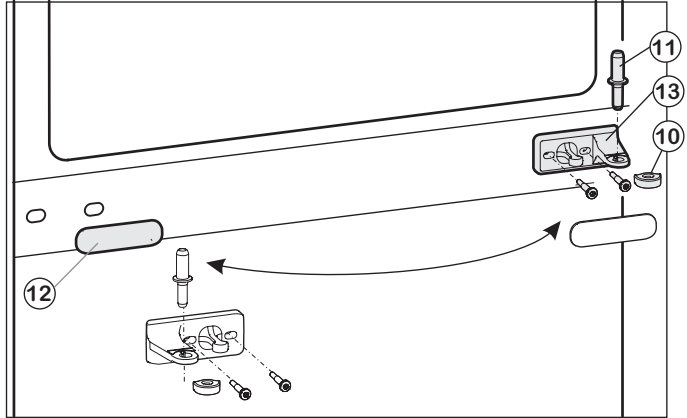
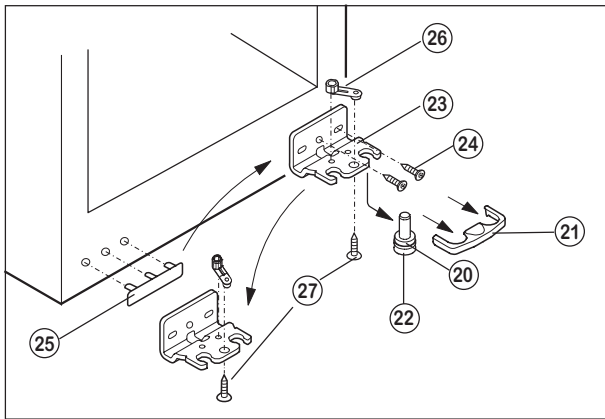

Fig. 2
Fig. 3
- Снимите пластиковый колпачок (10), рис. 2.
- Извлеките средний опорный палец (11), рис. 2.
- Снимите накладку (12), рис. 2.
- Открутите средний опорный кронштейн (13), рис. 2 и переставьте его с поворотом на 180° на новую сторону шарнира.
- Защелкните накладку (12), рис. 2 на стороне, где теперь будет ручка.
- Нижнюю крышку (21), рис. 3 снимите движением вперед.
- Извлеките опорный палец (22), рис. 3 движением вниз и вперед.
При этом следите за гнездом шарнира (20), рис. 3.
- Открутите опорный кронштейн (23), рис. 3 (2 x Torx 25), поз. (24), рис. 3.
- Открутите опорную деталь (26), рис. 3 (1 x Torx 25), поз. (27), рис. 3 и, переставив в отверстие на противоположной стороне, снова прикрутите.
- Снимите и переставьте накладку (25), рис. 3 со стороны ручки.
- Снова прикрутите опорный кронштейн (23), рис. 3 на новой стороне шарнира через внешний продольный паз и круглое отверстие.
- Установите дверцу сверху на нижний опорный палец (22), рис. 3.
- Вставьте средний опорный палец (11), рис. 2 на новой стороне шарнира через средний опорный кронштейн (13), рис. 2 в нижнюю дверцу.
- Снова наденьте пластиковый колпачок (10), рис. 2 с поворотом на 180° на средний опорный кронштейн (13), рис. 2.
- Установите верхнюю дверцу на средний опорный палец (11), рис. 2.
- При необходимости выровняйте дверцы через два продольных паза в нижнем опорном кронштейне (23), рис. 3 и среднем опорном кронштейне (13), рис. 2 параллельно корпусу устройства, затем затяните винты.
- Снова защелкните крышку (21), рис. 3.